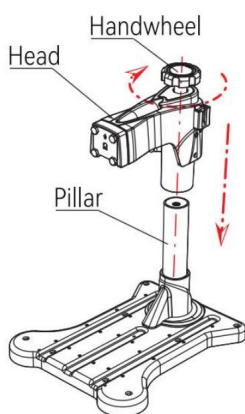

Fig 1
1. Umieścić głowicę w filarze i obrócić koło zamachowe 10 razy zgodnie z ruchem wskazówek zegara, co oznacza, że głowica została zainstalowana (jak pokazano na rys. 1).